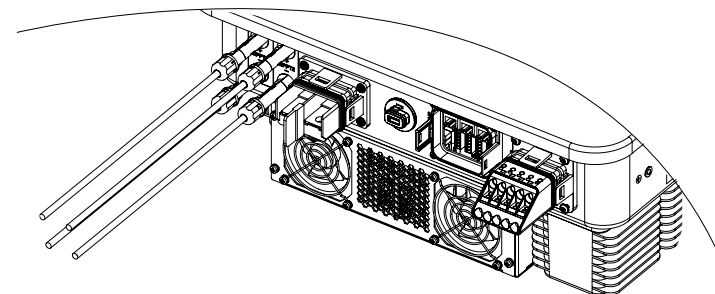

Figura 5-9
① Prima di montare il connettore cc, assicurarsi che la polarità del cavo sia corretta.
② Usare un multimetro per misurare la tensione della stringa di ingresso cc, verificare la polarità del cavo di ingresso cc e assicurarsi che ogni tensione di corda non superi 600V.
7) Inserire i connettori positivi e negativi rispettivamente nei terminali di alimentazione cc invertitore e un suono "click" rappresenta il montaggio in atto, come mostrato nella figura 5-9: